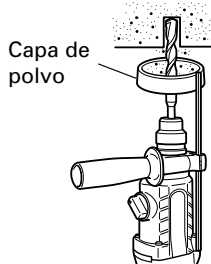
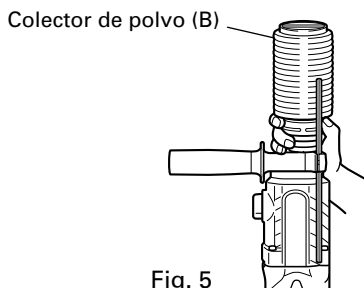

Fig. 4
Fig. 5
## 7. Cuando instale la copa de polvo o el lector de polvo (B) (Accesorios facultativos)(Fig. 4, Fig. 5)
Emplee la copa de polvo instalando la broca como se muestra en la Fig. 4.
Para emplear el colector de polvo (B), insértelo desde la punta de la broca alineándolo con la ranura de la empuñadura. (Fig. 5)